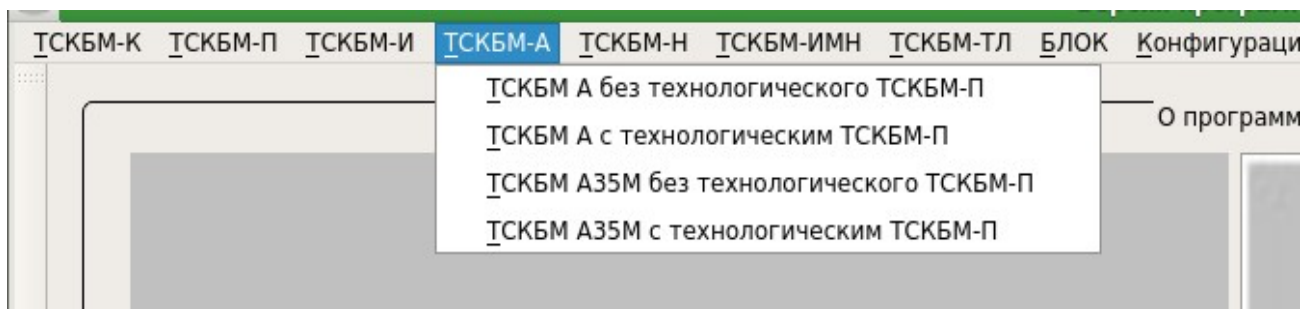

Рисунок 2.4.9.2 – Выбор ТСКБМ-А в меню испытаний программы Board
1) В меню **Испытания** программы Board откройте пункт \ **ТСКБМ-А**, см. рисунок 2.4.9.2.